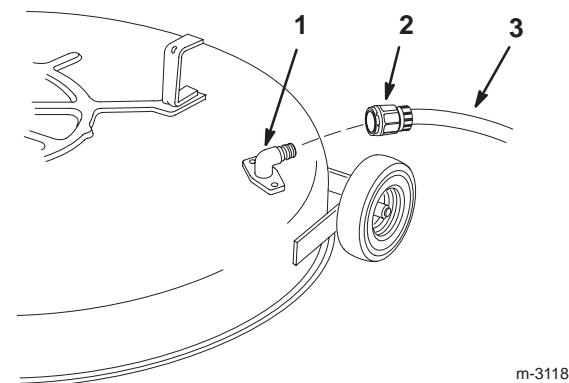

Bild 48
5. Drehen Sie eine Schlauchkupplung auf die Kupplung am Mähwerk-Spülanschluss und drehen das Wasser mit starkem Druck auf (Bild 48).